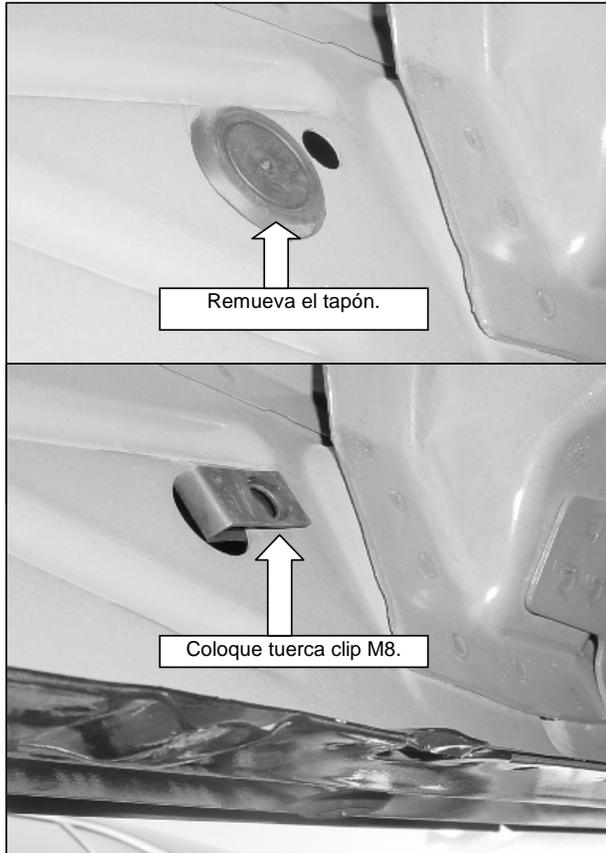

ILUSTRACIÓN 2
4. En modelos **DOBLE CABINA**, localice en la parte delantera y central de la carrocería del vehículo el barreno roscado y tuerca existente. **VER FOTO 1.** Coloque el bracket y fije de acuerdo a la **ILUSTRACIÓN 1.** **NOTA: Coloque el espaciador como se muestra en la ilustración 1.** En la parte trasera localice el barreno e inserte una tuerca clip M8. **VER FOTO 2.** Coloque el bracket y fije de acuerdo a la **ILUSTRACIÓN 2.** Repita para el lado contrario.
5. En modelos **CABINA Y MEDIA**, localice en la parte delantera, central y trasera de la carrocería del vehículo el barreno e inserte una tuerca clip M8. **VER FOTO 2.** Coloque el bracket y fije de acuerdo a la **ILUSTRACIÓN 2.**